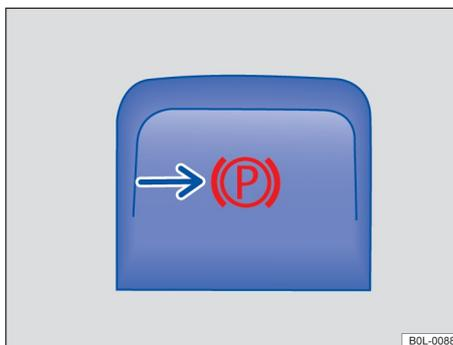

Рисунок 96. Центральная консоль: кнопка электронного стояночного тормоза ▶
- Включите электронный стояночный тормоз → Стр. 97. Если индикатор в кнопке → Рисунок 96 горит красным, а индикатор на дисплее приборной панели (P) горит красным, это означает, что электронный стояночный тормоз включен.
- Если одновременно горят контрольная лампа в кнопке → Рисунок 96 и красная контрольная лампа  на дисплее приборной панели, это означает, что электронный стояночный тормоз включен.
- Индикатор  гаснет → Рисунок 96, в том числе и на экране приборной панели.